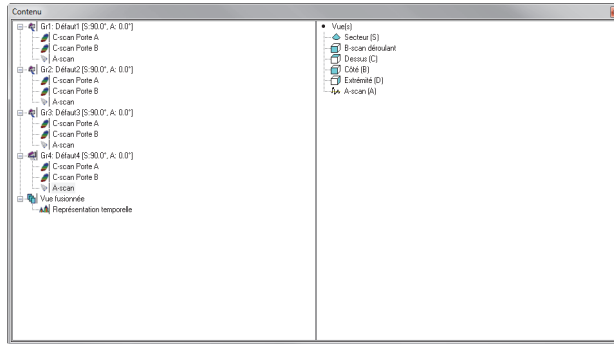

Figure 4-37 Boîte de dialogue Contenu
2. Cliquez sur  dans la barre des composants (ou appuyez sur Maj + Entrée) pour ouvrir la boîte de dialogue **Contenus**(Figure 4-37 à la page 141).